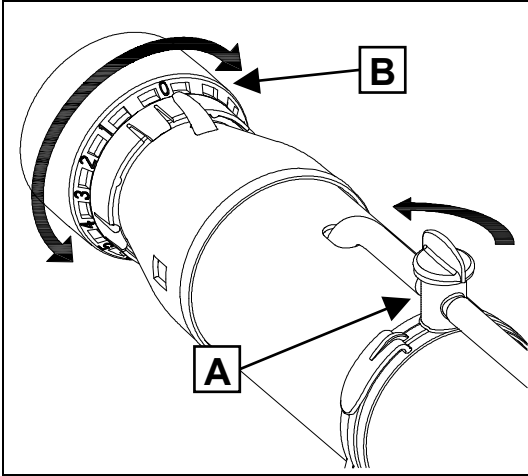

Рисунок 12 - Регулятор расхода жидкости
На распылительной трубке (Рисунок 1 № 12) находится краник для жидкости (Рисунок 12 п. А), который позволяет открывать и закрывать поток жидкости к выходу.
- Проверьте, что краник для жидкости (Рисунок 12 № А) на распылительной трубке закрыт